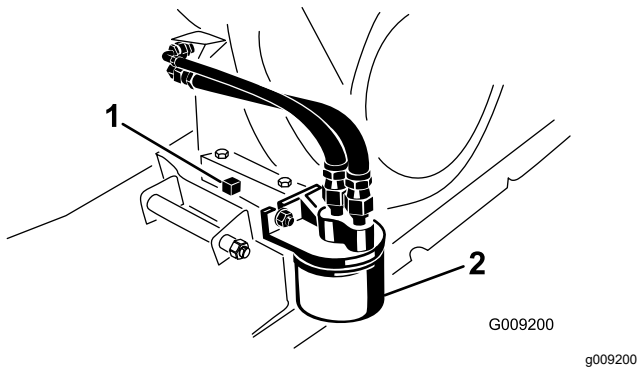

Bild 33
6. Stellen Sie eine Auffangwanne unter die Ablassschraube (Bild 33).
7. Entfernen Sie die Ablassschraube und Dichtung (Bild 33).
2. Entfernen Sie den vorhandenen Ölfilter (Bild 33).
4. Schrauben Sie den neuen Filter auf den Filteradapter, bis die Dichtung die Befestigungsplatte berührt; ziehen Sie den Filter dann um eine weitere halbe bis Dreiviertelumdrehung an (Bild 33).